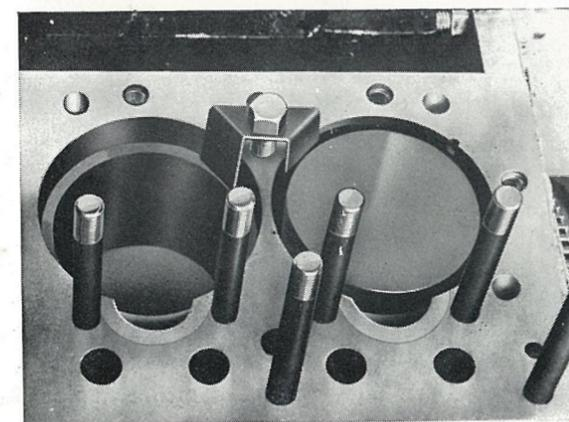

FIG. 25
6. Maintenir les chemises en place à l'aide de l'outil de service FT 112 (fig. 25).
9. Enlever l'outil FT 109 et maintenir les chemises comme indiqué à la figure 25, pour éviter qu'elles ne remontent lorsqu'on adapte les bielles sur le vilebrequin.